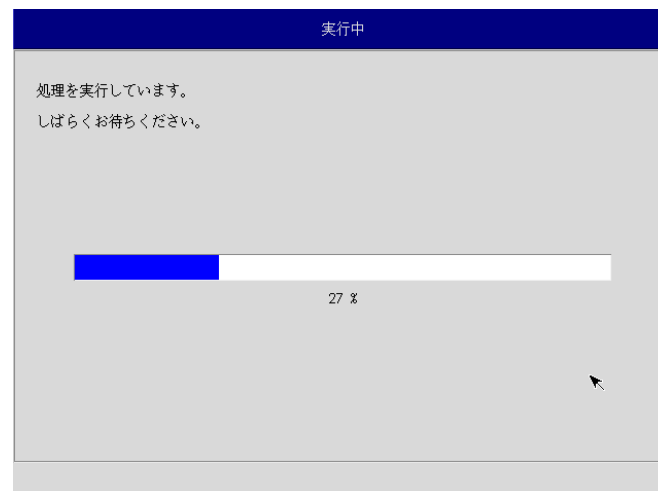

図 5-4-5. 実行中画面
- ⑩ 実行中画面（図 5-4-5）が表示され、処理が開始されます。実行中は DVD ドライブ、保存メディアを外さないでください。また、電源を落とさないようにしてください。